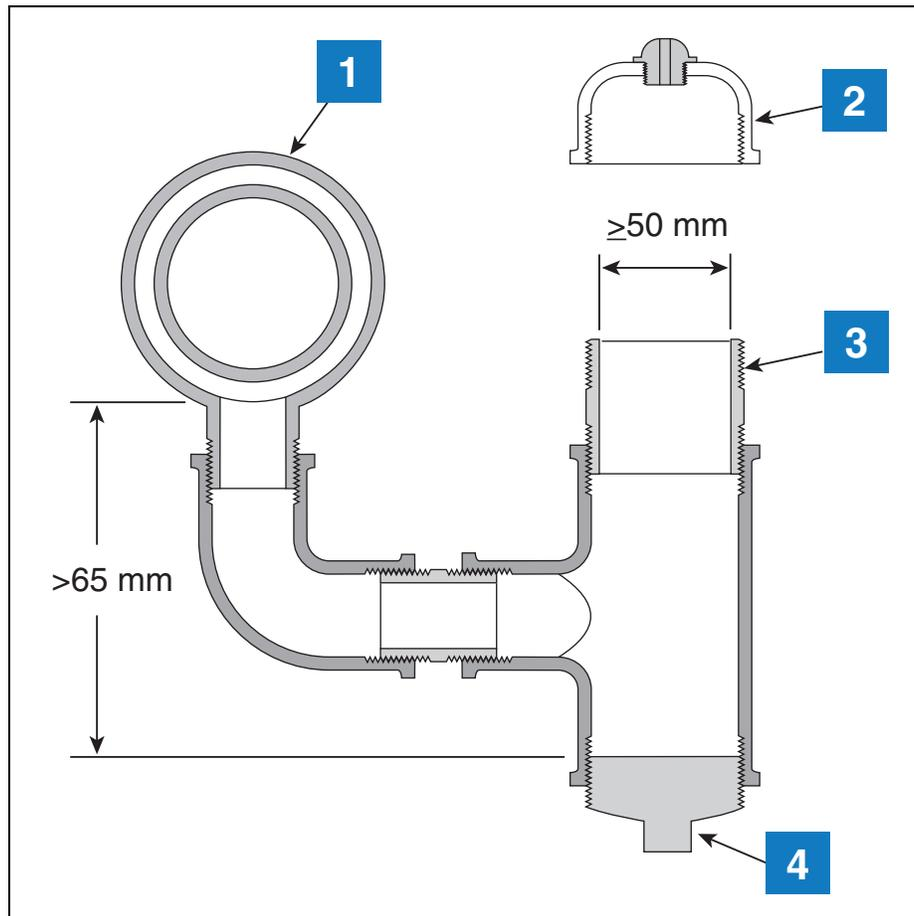

Figura 15. Ejemplo de instalación de un sumidero con tubería de revestimiento doble
En el punto más bajo de la tubería exterior debe haber un sumidero con un diámetro interior de 50 mm como mínimo. El sumidero ha de construirse de forma que todo líquido que se encuentre en el intersticio de la tubería vaya directamente al sumidero. La Figura 15 muestra un ejemplo de sumidero fabricado con accesorios para tubos estándares. El tubo ascendente del sumidero debe disponer de una rosca externa de 2 pulgadas (51 mm) BSP para acomodar una tapa de casquillo Veeder-Root.
**LEYENDA PARA LOS CUADROS NUMERADOS DE LA Figura 15**